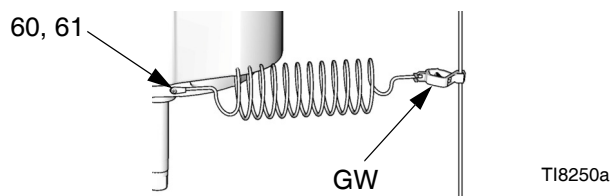

Abb. 2. Erdungskabel
Siehe ABB. 2. Verwenden Sie die Erdungsschraube (60) und die Sicherungsscheibe (61), um den Erdungsdraht (GW), Teile-Nr. 244524, an der Rückseite des Druckluftmotors anzubringen. Ziehen Sie die Schraube fest an. Das andere Ende des Erdungskabels an einem guten Erdungspunkt anschließen.